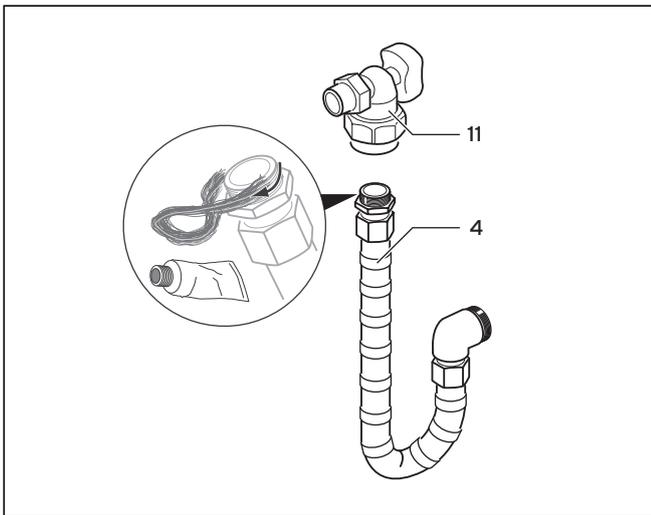

Abb. 4.3 Montage Gasanbindung
- Montieren Sie die Anschlusskonsole (13) und den Ablauftrichter (19) gemäß Abbildung 4.3 und der Tabellen 4.2 bzw. 4.3.